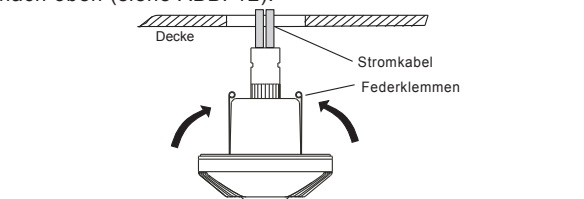

ABB. 12
- 3.3.2.4 Führen Sie die beiden Federklemmen des Sensors in das gebohrte Loch hinein und schieben Sie sie dann nach oben (siehe ABB. 12).
3.3.3.4 Montieren Sie den Sensor mit der Power Box und befestigen Sie die Baugruppe mit den beiden Schrauben (siehe ABB. 12).